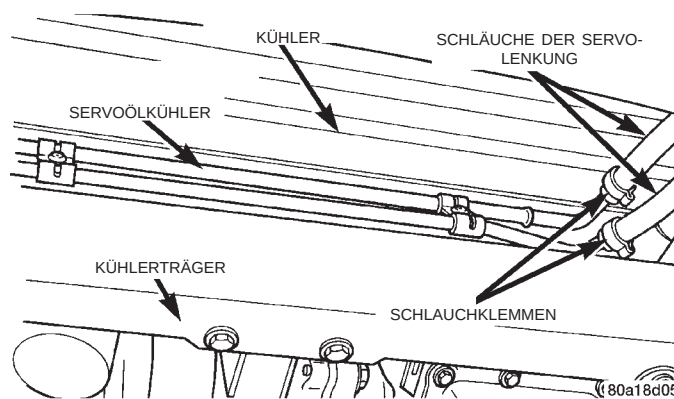
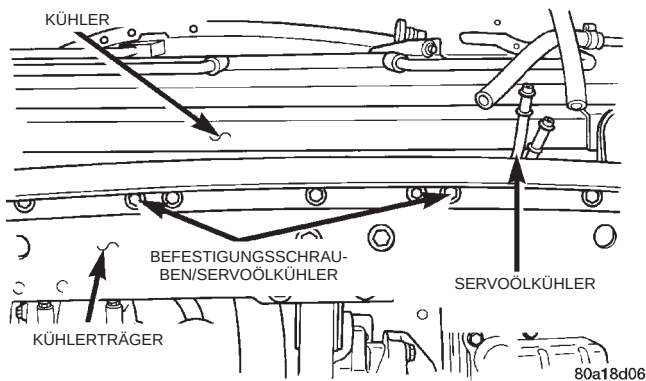

**Abb. 43 Schlauchklemmen am Servoölkühler**
Abb. 44 Befestigung des Servoölkühlers
(1) Fahrzeug anheben. Dazu Unterstellböcke oder eine Hebebühne verwenden, die am Rahmen angebracht wird (siehe Kapitel 0, Schmierung und Wartung, Abschnitt "Anheben des Fahrzeugs").
(2) Die Schlauchklemmen (Abb. 43) von den Schläuchen der Servolenkung abbauen. Das Servoöl aus den Schläuchen und dem Servoölkühler in einen geeigneten Auffangbehälter ablaufen lassen.
(3) Die beiden Schrauben (Abb. 44) ausbauen, mit denen der Servoölkühler am Kühlerträger befestigt ist (Abb. 44).
(4) Den Servoölkühler zusammen mit den Halterungen (Abb. 43) vom Kühlerträger abbauen. Dazu die Unterseite des Servoölkühlers mit den Halterungen nach oben schwenken. Dadurch werden die Nasen der Halterungen aus dem Kühlerträger ausgehängt.
(1) Die Halterungen des Servoölkühlers in die Bohrungen am Kühlerträger einhängen und den Servoölkühler nach oben in seine Montageposition schwenken.
(2) Die beiden Schrauben (Abb. 44) einbauen, mit denen der Servoölkühler am Kühlerträger befestigt wird. Die beiden Schrauben mit einem Anzugsmoment von 7 N·m (60 in. lbs.) festziehen.
(3) Die Schlauchklemmen an den Schläuchen der Servolenkung montieren.
(4) Schläuche der Servolenkung am Servoölkühler montieren (Abb. 43). **Sicherstellen, daß die Schlauchklemmen hinter der Wulst am Anschlußstutzen sitzen.**
(5) Die Schellen der Ölschläuche mit dem Quetschwerkzeug C-4124 vorschriftsmäßig zusammenquetschen.
(6) Das Fahrzeug so weit absenken, bis sich die Räder dicht über dem Boden befinden.
(7) Motor anlassen und einige Sekunden laufen lassen. Dann den Motor abstellen.
(8) Ggf. Servoöl nachfüllen. Diesen Vorgang so lange wiederholen, bis der Ölstand nach dem Abstellen des Motors konstant bleibt.
(9) Motor anlassen. Das Lenkrad langsam nach links und rechts drehen, bis es gerade den Anschlag berührt.
(10) Ggf. Servoöl nachfüllen.
(11) Motor abstellen. Ölstand prüfen und ggf. Servoöl nachfüllen.
(12) Wenn das Servoöl stark schäumt, das Fahrzeug einige Minuten abkühlen lassen und die vorstehenden Schritte wiederholen.